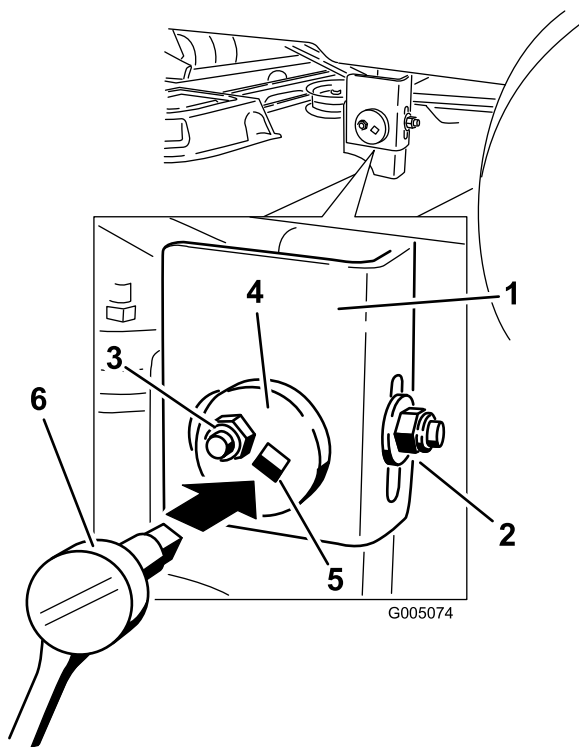

Figure 40
7. Passez au côté gauche de la machine. Desserrez sans le retirer, l'écrou de blocage arrière sur le support (Figure 40).
8. Desserrez l'écrou de blocage latéral sur le support de suspension jusqu'à ce qu'il soit possible d'ajuster la plaque de réglage excentrique (Figure 40).
9. Arrêtez le plateau de coupe et vérifiez sa hauteur, puis serrez l'écrou de blocage latéral sur le support pour fixer cette nouvelle position (Figure 40).